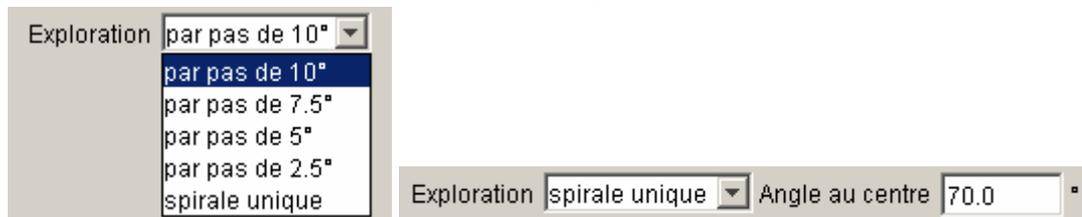

Figure 110 : types d'exploration pour les spirales logarithmiques
- Exploration** : différents pas d'exploration sont possibles pour l'angle au centre des spirales logarithmiques. Les pas de 2,5, 5, 7,5 ou 10° permettent pour chaque couple (point d'entrée/point de sortie) une exploration systématique des valeurs possibles pour l'angle au centre, avec le pas considéré (la valeur proposée par défaut est un pas de 10°). Le dernier choix correspond au calcul d'une spirale unique pour chaque couple (point d'entrée/point de sortie) : l'angle au centre voulu doit alors être saisi en paramètre complémentaire (exemple sur la Figure 110).